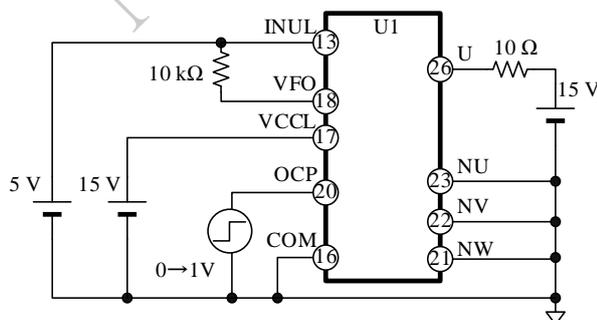
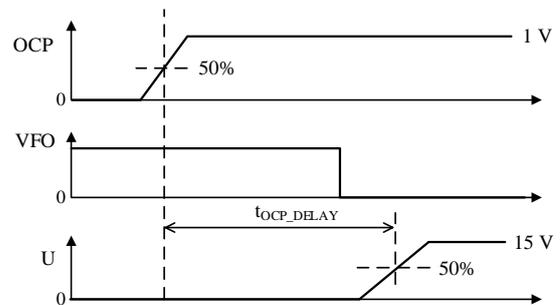

図 4-1 OCP 端子検出遅延時間の測定回路
図 4-2 OCP 端子検出遅延時間の定義
(4) OCP 端子検出遅延時間の測定回路は図 4-1 参照（記載のない端子はすべてオープン）。OCP 端子検出遅延時間の定義は図 4-2 のとおり。